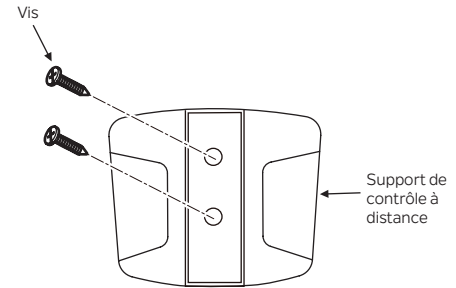

Fig. 24
**Étape 1.** Fixez le support de commande à distance avec la vis de montage de deux télécommandes fournie. (Fig.24)